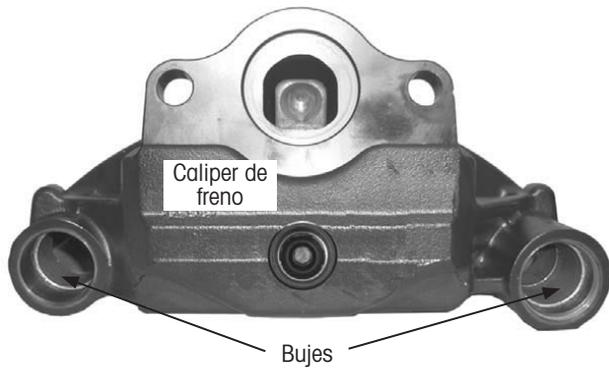

Figura 53: Vista trasera del caliper
3. **Coloque** el caliper de freno en una base firme para sacar los bujes (Figura 53). La parte trasera del caliper de freno debe estar hacia arriba.